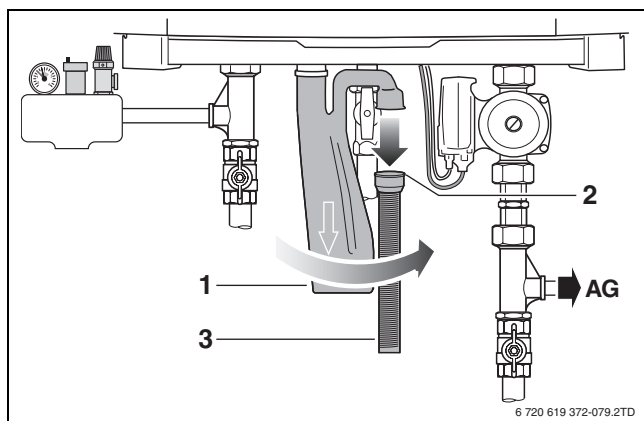

Fig. 93 Allentare il tubo flessibile ondulato
- Allentare il tubo ondulato (→ fig. 93, [3]) con il manicotto di gomma (→ fig. 93, [2]) dal sifone (→ fig. 93, [1]).
- Ruotare il sifone di un quarto di giro in senso orario (→ fig. 93).